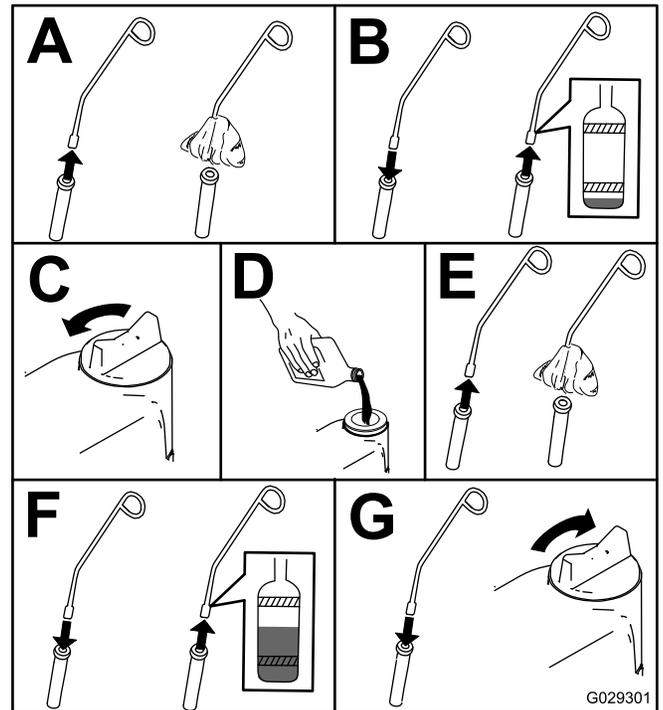

Figura 47
3. Controllate il livello dell'olio motore come mostrato nella Figura 47.